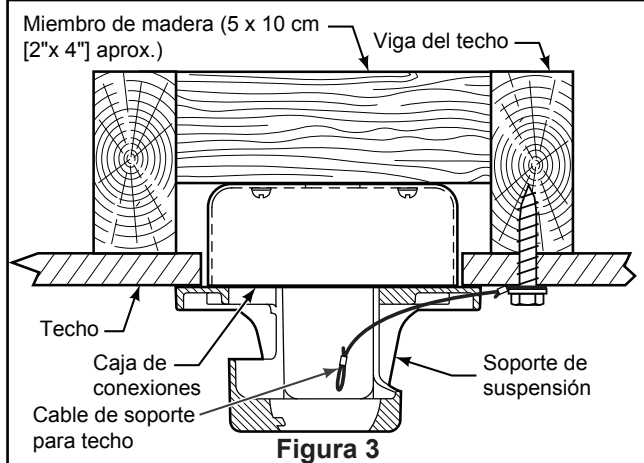

Figura 3
3. Afloje los dos tornillos de fijación del soporte del barral de soporte para techo a través de la varilla. Introduzca los cables de color marrón, azul, rojo, gris, amarillo cables y cable de seguridad a través de la varilla. (Figura 3)
- ☐ 1. Perfore un orificio de 1/4" en la estructura del edificio para evitar grietas con la instalación del tornillo de intervalo. Utilice el tornillo de intervalo de 3/8"x 2" y la arandela plana para fijar el cable de seguridad a la viga del techo o a la estructura de madera. Dicho tornillo pasará a través de arandela plana, la presilla del cable de seguridad y se fijará en la estructura del edificio. (Figura 3)
NOTA: el cable de soporte para techo no se puede asegurar solamente a la caja de conexiones; se debe asegurar directamente a la viga de techo o miembro estructural con el tornillo de cabeza cuadrada de 3/8"x2" y la arandela plana. (Figura 3)